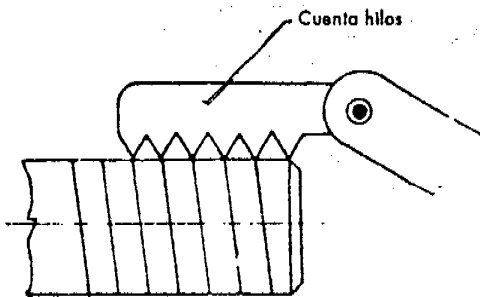
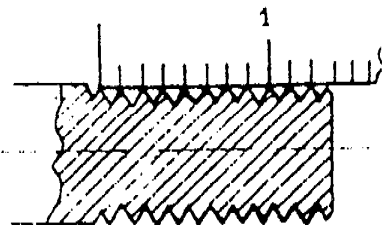

Figura 4
Figura 5
- e. Maniobre la palanca para el avance de roscar y deje que la herramienta marque unos diez filetes (Figura 4).
- g. Verifique el paso obtenido con ayuda de un cuenta hilos (Figura 4) o una regla graduada (Figura 5).